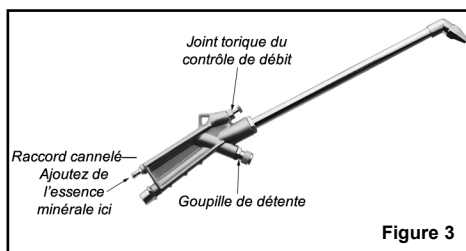

Figure 3
2. Déposez quelques gouttes d'huile lubrifiante à la goupille de détente (voir Figure 3).
3. Recouvrez le joint torique de la soupape de débit d'une mince couche de graisse (voir Figure 3).
4. Déposez deux gouttes d'essence minérale dans le raccord cannelé pour prévenir la corrosion (voir Figure 3).